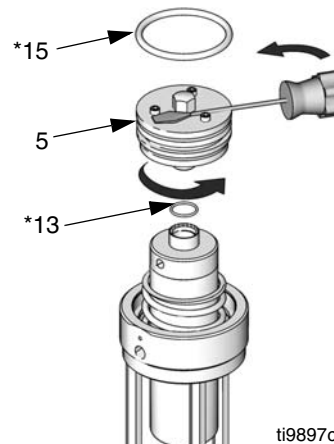
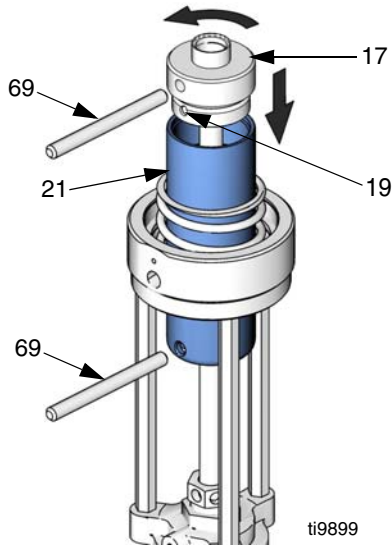

Рис.12. Воздушный клапан серии В
Рис.13
- 3 *Только для пневматических двигателей серии В.* Отвинтите воздушный клапан (5). Если необходимо дополнительное поворотное усилие – введите острие отвертки между головками винтов (16) и шестигранной головкой воздушного клапана (5). Проверьте уплотнительные кольца (13\* и 15\*) на наличие повреждений и, если нужно, замените их. Проверьте, чтобы уплотнительное кольцо (13\*) было расположено надлежащим образом и не зажималось. См. Рис.12.
- 4 введите штифт (69) в отверстие поршня, чтобы заблокировать его. Воспользуйтесь вторым штифом (69), чтобы отвинтить крышку поршня (17) и отделить её от поршня (21), открыв доступ к установочному штифту (19). См. Рис.13.
См. "Ремонт пневмодвигателя", опер.3 и 4 (Рис.12 и Рис.13) для конкретных указаний по повторной сборке.